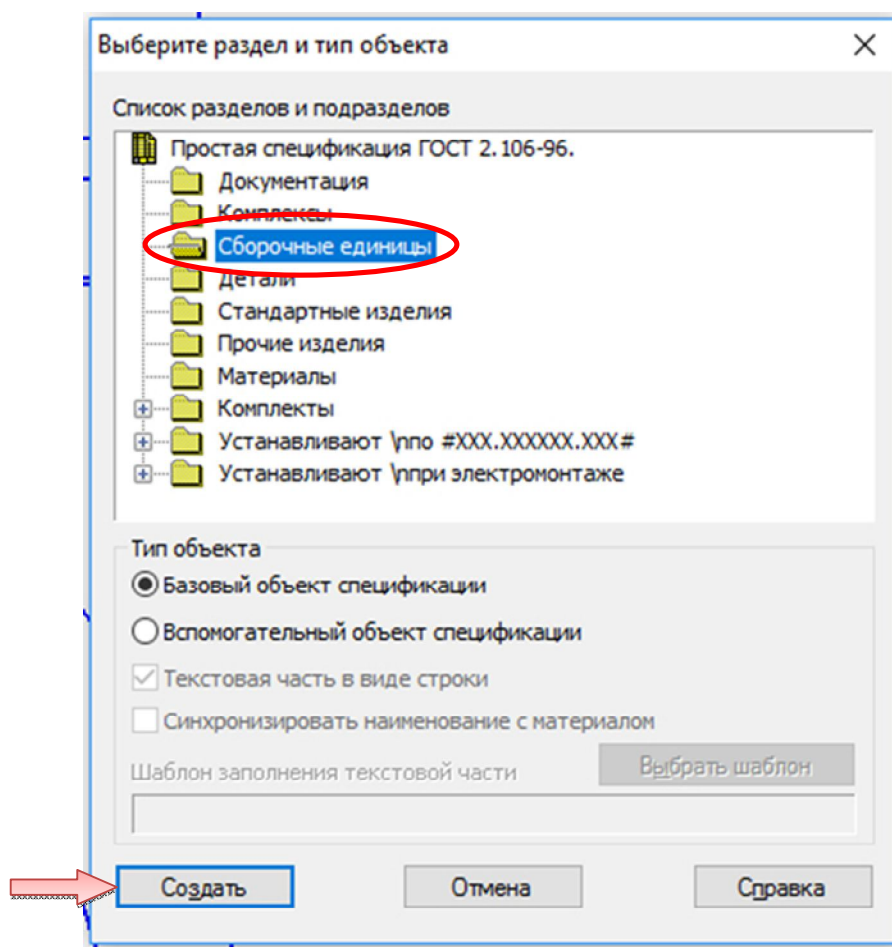

Рис. 4.75. Выбор раздела и типа объекта
- В открывшемся окне выбираем раздел «Сборочные единицы» (рис. 4.75).